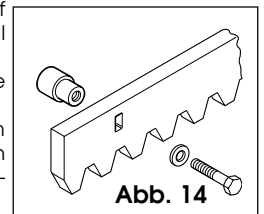

Abb. 14
4.4.1. ZAHNSTANGE AUS STAHLZUM ANSCHWEISSEN (Abb. 14)